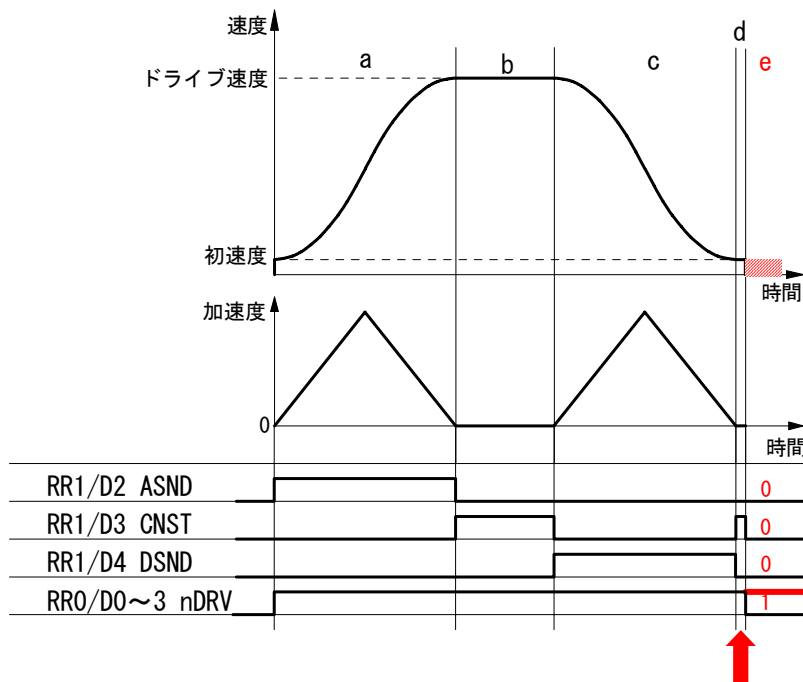

図3 RR1レジスタが示す加減速状態
I Cの RR1 レジスタからは、加速中(ASND)、定速中(CNST)、減速中(DSND)の加減速状態を読み取ることができますが、この時の加減速状態は次の図3 ようになります。
減速停止要求が入ると不具合が発生する可能性がある区間は図3中dの区間で、この時の加減速状態は定速(CNST=1)を示しています。また不具合(連続してパルスを出す)が発生した場合には、ドライブ中(RR0/nDRV=1)にもかかわらず、ASND,CNST,DSNDはいずれも0となります。
基本的には減速が始まったら、減速停止をさせる必要がないわけですから、減速停止命令(26h)の発行を禁止するようにします。減速中であることを知るには通常 nRR1/D4(DSND)を見ますが、図3に示すように、減速停止命令を書くと不具合が発生するのは図3中dの区間です。この区間ではDSNDビットは0になりCNSTビットが1になります。従って、回避策として次の2つの方法を提案させていただきます。
減速停止をかけたい区間は加速時及び定速時(図3のaとb)ですが、図3に示すように、不具合を起こす区間dも定速区間bと同じ定速状態を示します。しかし現在速度に違いがあり定速区間bでは設定ドライブ速度に近く、不具合を起こす区間dでは初速度に近い値です。従って、ドライブ開始前に初速度とドライブ速度の中間の速度を判定速度((ドライブ速度-初速度)/2+初速度))として求めておき、ドライブ中減速停止命令を発行する時には、加速中(ASND=1)または定速中(CNST=1)で且つ現在速度>=判定速度ならば減速停止命令を発行するようにします。
割り込みの発生要因として、図3に示すS字加減速の定速域(b 区間)終了を設定することができます。しかしこの割り込みは、図3に示すように、ドライブ終了間際に d 区間がある場合、すなわち終了間際に初速度に到達した場合、あるいは加速度が0になった場合にも発生します。不具合はドライブ終了間際に、速度が初速度に到達しないで加速度が0に落ちた状態で、減速停止要求が発生すると起きますので、必ず d 区間が現れます。d 区間終了時の割り込み発生のタイミングで不具合か否かを判定する方法です。
- ① 定速域終了を確認します。ドライブしている軸の RR3/D5(C-END)ビットが0の場合は、他の割り込み要因ですので、そちらの割り込み処理を行ないます。
- ② 減速域に入ったか確認します。RR1/D4(DSND)=1 の場合は、図3の b 区間から c 区間にはいった時ですから、そのまま処理を終了します。=0 の場合は d 区間終了であることを示していますので、③の処理に移ります。
- ③ ドライブの終了を確認します。もしドライブが終了していれば、d 区間も正常に終了したことなので、そのまま処理を終了します。ドライブが終了していない場合は、d 区間が終了したにもかかわらずドライブ状態であることですので、不具合が発生したことがほぼ確定できます。即停止命令をかける前に、次の④と⑤は安全のために確認します。
- ④ ハードリミットがオンしていることを確認します。RR1/D12,D13 ビットはそれぞれ+方向、-方向のリミットが作動すると1を示しますので、D12=1 または D13=1 ならば、進行方向のリミットがオンしたと判断します。
- ⑤ 不具合発生時には ASND=CNST=DSND=0 となるので、これを確認します。
- ⑥ 即停止命令を発行します。
(2) IC からの割り込みを使用しない場合
図3の d 区間において進行方向のリミットがアクティブになると不具合が発生します(正確には、まれに発生する場合があります)。これを事前に回避する方策はありませんので、不具合が発生したら直ちに停止させる方法を取ることになります。図3に示すように不具合が発生すると(e 区間)、ドライブ状態のまま(RR0/nDRV=1)、加減速状態は ASND、CNST、DSND ともに0になります。この状態は正常なドライブでは起きません。よって、次のような対策のための処理例を示します。